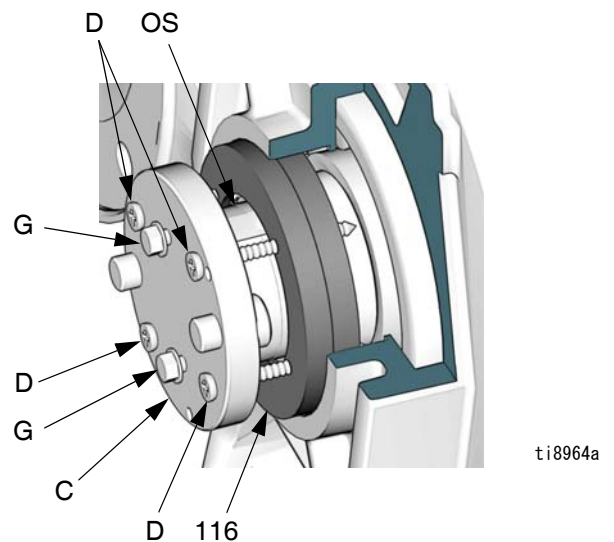

図 27. 出力シャフトシールの取り外し
7. 入力シャフトのキー溝の上にテープを貼り、新しいシールへの損傷を防ぎます。入力シャフトの空洞に部品番号 107411 グリースを詰め込みます。入力シール (109) を、シールがギア減速機ハウジングの段部に接するまで、穴の縁を内部に向けて取り付けます。テープを外します。
8. 油抜きプラグ (118) にガスケットに含まれていることを確認し、ギア減速機内にプラグをねじ込みます。25 インチ-ポンド (34 N·m) のトルクを与えます。
10. 2 個の出力シール (116) を以下のように取り外します。
- a. 図 27 を参照してください。ツール (C) を出力シャフト (OS) の上に置きます。ツールを 90° 回転させます。2 本の 13mm (0.5 インチ) ネジ (G) を取り付けて固く締めてツールを所定の場所にロックします。
- b. タッピンネジ (D) 用の穴をテンプレートとして使用して、シール (116) に直径 1/8 インチ (3 mm) (最大) のパイロット穴をドリルで開けます。板金ネジ (D) をツールを通してシール (116) 内に取り付けます。
- c. ネジ (D) を均等に締め付けて、両方のシールを引き出します。